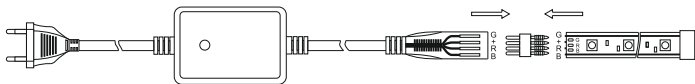

Рисунок 2
- вставить коннектор, идущий в комплекте с драйвером, в ленту. Коннектор имеет разную форму выводов: заострённые выводы подключить к ленте, а скруглённые выводы – к разъёму драйвера (рисунок 2);
- вставить коннектор с лентой в разъем драйвера в соответствии с полярностью. Контакты в разъёме драйвера расположены несимметрично (рисунок 2). При монтаже разъём драйвера расположить так, чтобы контакты располагались в нижней части разъёма;